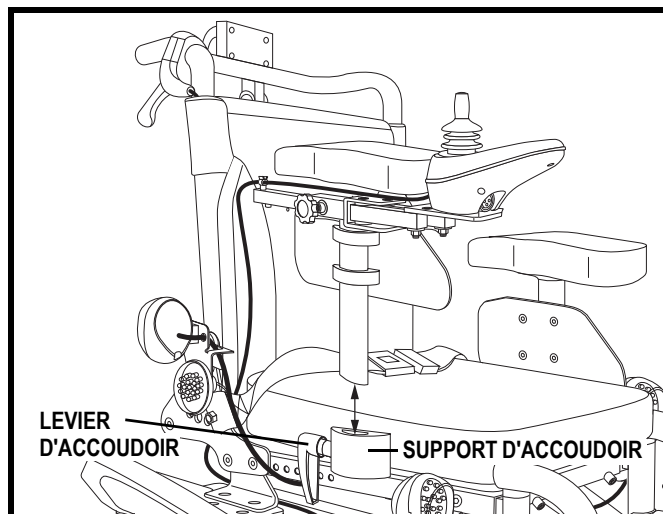

Figure 16. Installation d'un accoudoir
1. Desserrez le levier d'accoudoir en poussant le levier vers l'intérieur et en le pivotant simultanément. **Voir la figure 16.**
1. Placez l'accoudoir dans le support d'accoudoir. **Voir la figure 16.**
1. Desserrez le levier de blocage. **Voir la figure 16.**
2. Retirez l'accoudoir. **Voir la figure 16.**